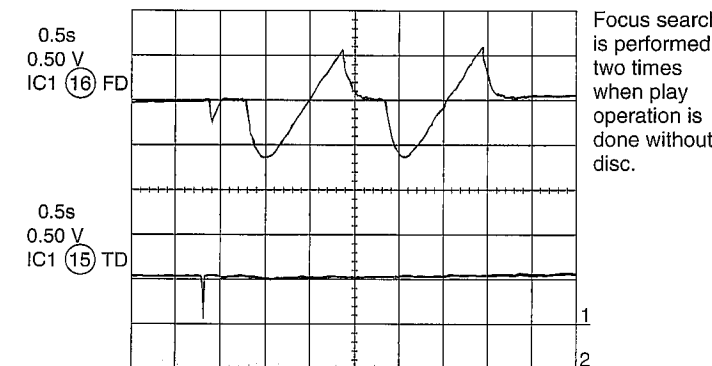

Figure 33-1
Does the output waveform of IC1(16)(FD) match that shown in Fig. 33-1?
Entspricht die Ausgangswellenform des IC1(16)(FD) der in Abb. 33-1 gezeigten?
La forme d'ondes de sortie en provenance de IC1(16)(FD) est celle indiquée dans la Fig. 33-1 ?